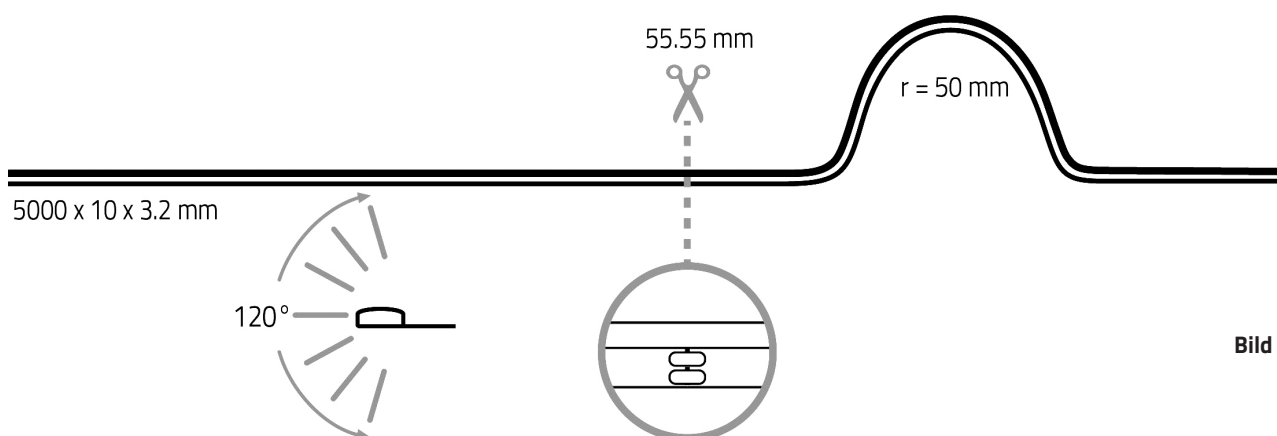

Bild 1
2. **VARDIFLEX** LED-Strip, falls erforderlich, kürzen (Bild 1).
**VARDIFLEX** LED-Strip kann jeweils nach **einundzwanzig LEDs (55,55 mm)** getrennt werden (Bild 1).